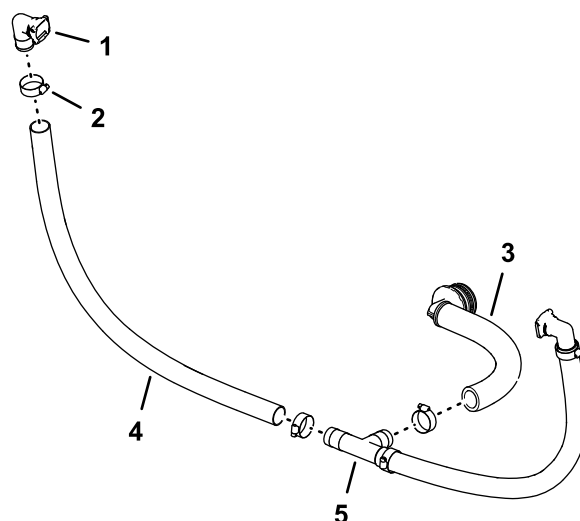

Figure 92
2. Branchez l'extrémité libre du flexible au raccord en T (voir Figure 92) et fixez le flexible avec un collier.
4. Branchez l'ensemble raccord à 90° cannelé et flexible au raccord en T, et fixez le flexible au raccord avec un collier (Figure 92).
1. Insérez le raccord rapide à 90° (femelle, 1") dans le flexible (1 x 26 pouces) et fixez le flexible sur le raccord avec un collier, comme montré à la Figure 92.